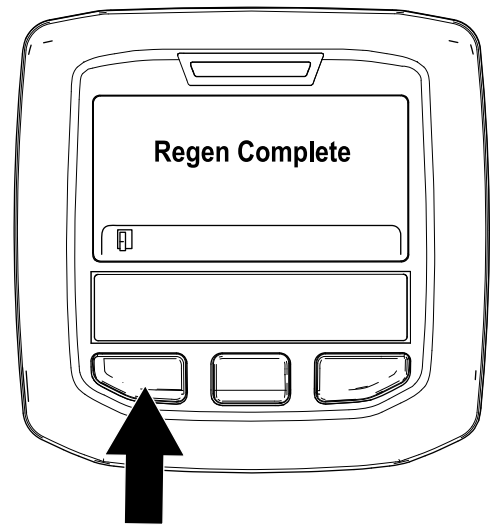

Figura 52
9. La regeneración con la máquina aparcada ha finalizado cuando se muestra el mensaje “Regen Complete” (Regeneración completada) en el InfoCenter. Pulse el botón de la izquierda para salir a la pantalla de inicio (Figura 52).